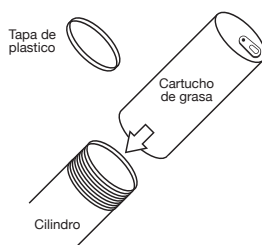

Figura 3
3. Quite la tapa de plástico del extremo del cartucho de grasa e insértelo, con el extremo abierto primero, en el cilindro (vea la Figura 3).